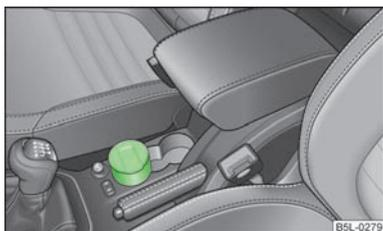

Fig. 66
- Sortez le cendrier » fig. 66 en tirant vers le haut.